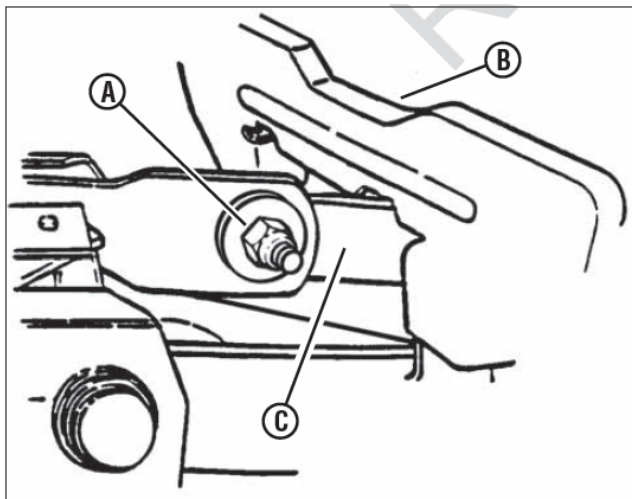

Рис. 34. Выравнивание режущей деки (боковое) (Вид левой подъемной тяги с правой стороны машины)
6. Ослабьте крепеж (А, рис. 34), удерживающий левую сторону педали привода ножа (В).